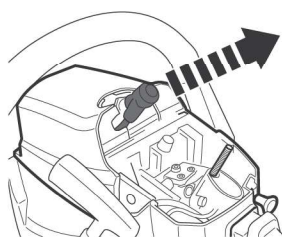

Fig. 58
- > Remova a tampa do filtro de ar (13) e o filtro de ar (14) conforme descrito. Solte o cachimbo da vela (15) (Fig. 58).